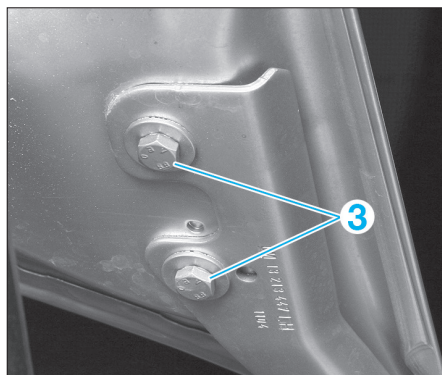
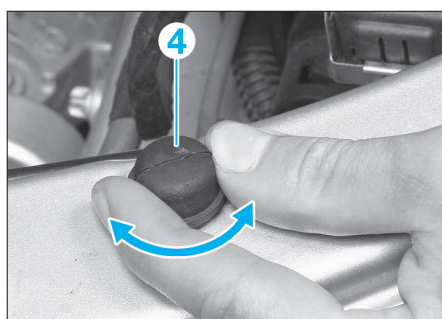

FIG. 15
FIG. 16
- Dévisser les deux vis de fixation (3) de chaque côté du capot moteur (fig. 15).
À la repose, régler les jeux d'ouverture du capot moteur avec les vis (3) pour le centrage (fig. 15) et les vis (4) pour le réglage en hauteur (fig. 16).